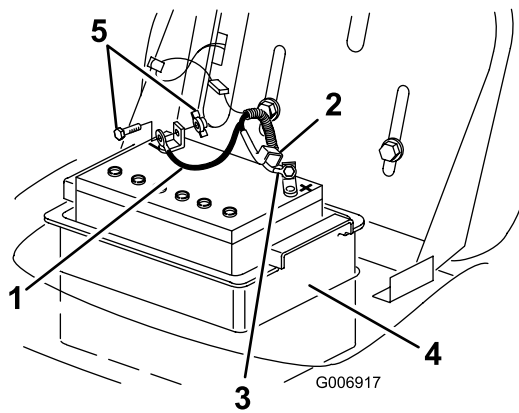

Bild 27
4. Klemmen Sie das Minuskabel (schwarz) vom Batteriepol ab (Bild 27).
5. Schieben Sie die Gummiabdeckung am Pluskabel (rot) nach oben. Klemmen Sie das Pluskabel (Rot) vom Batteriepol ab (Bild 27).
6. Nehmen Sie den Batteriekasten und die Batterie aus dem Rahmen heraus (Bild 27).
1. Setzen Sie den Batteriekasten und die Batterie in den Rahmen ein (Bild 27).
2. Schließen Sie das Pluskabel (rot) mit der Schraube und der Flügelmutter am (+) Pluspol an (Bild 27).
4. Schließen Sie das (schwarze) Minuskabel mit der Schraube und Mutter am (-) Minuspol an (Bild 27).